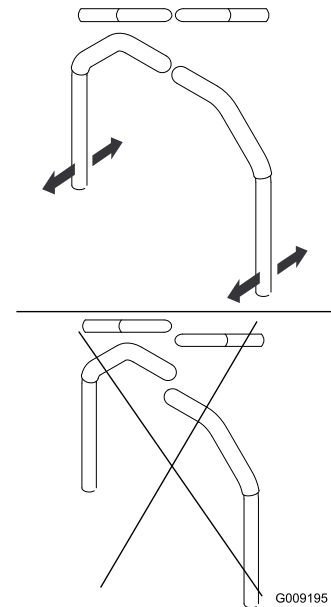

Figura 97
4. Alinee las palancas en el sentido adelante/atrás acercándolas a la posición de PUNTO MUERTO, y moviéndolas hasta que estén alineadas; luego apriete los pernos (Figura 97).